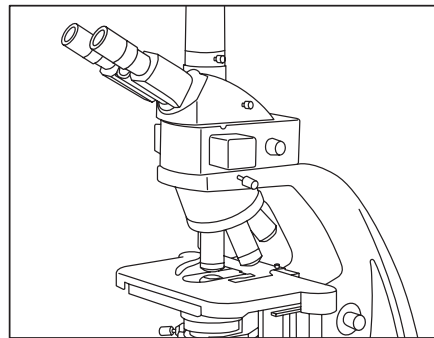

Figura 12.
- Enrosque el objetivo de menor aumento en el revólver desde el lado izquierdo o derecho, luego gire el revólver en sentido horario y monte los demás objetivos siguiendo el orden de menor a mayor aumento (Figura 12).